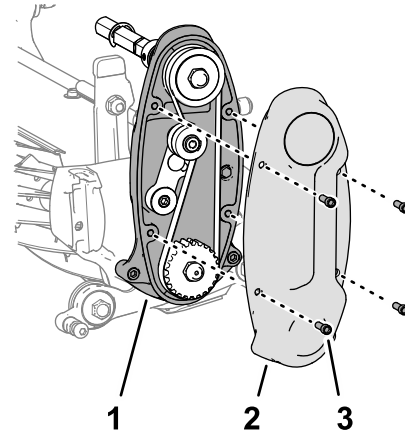

Рисунок 18
5. Установите крышку на корпус привода барабана (Рисунок 18) с помощью 4 винтов с внутренними шестигранниками ($\frac{1}{4} \times \frac{3}{4}$ дюйма).